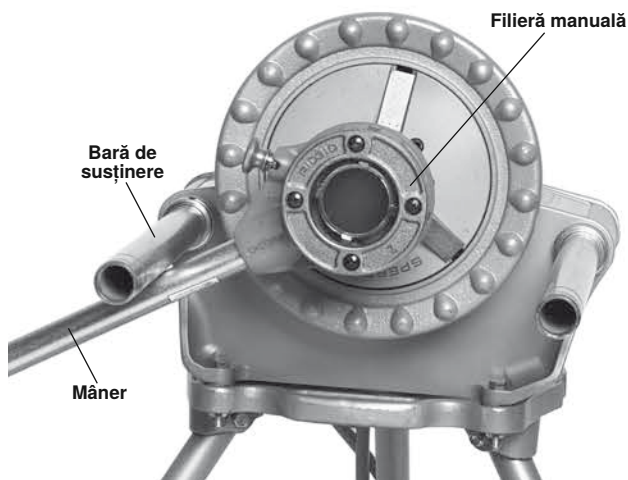

Figura 20 - Îndepărtarea capului-filieră de pe țeava filetată (mânerul contra părții inferioare a barei).
- c. Prelunghiți complet bara de susținere pe partea comutatorului și ridicați mânerul filierei contra părții inferioare a barei. Țineți capătul filierei cu mâna stângă. Pentru a evita rănille prin ciupire, nu plasați mâna sau degetele între mânerul filierei și bara de susținere. Mențineți mânerul în contact cu bara de susținere (vedeți Figura 20).
1. Țineți mânerul filierei contra părții inferioare a barei de susținere pe partea comutatorului. Pentru a evita rănila prin ciupire, nu plasați mâna sau degetele între mânerul filierei și bara de susținere. *Vedeți figura 20* pentru poziția corectă de operare.